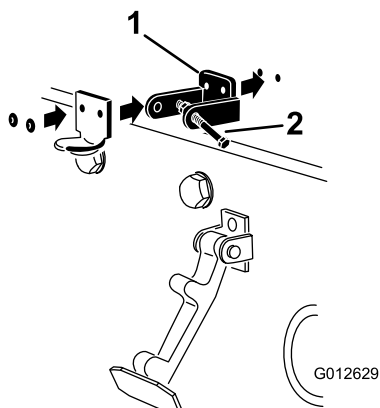

図 4
- CEロックブラケットとフードラッチブラケットの穴を整列させてフードにセットする **図 4**。
- ブラケットとワッシャをフードにリベットで固定する **図 4**。